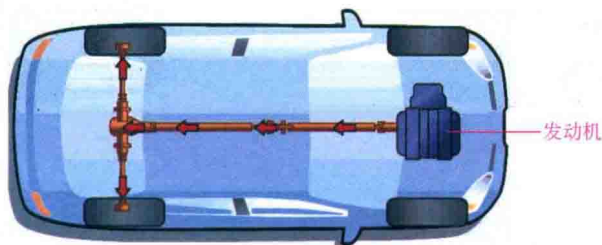

图 1.1-7 前置后驱
(1) 前置后驱 即发动机前置、后轮驱动, 是一种最传统的驱动形式, 如图1.1-7所示。